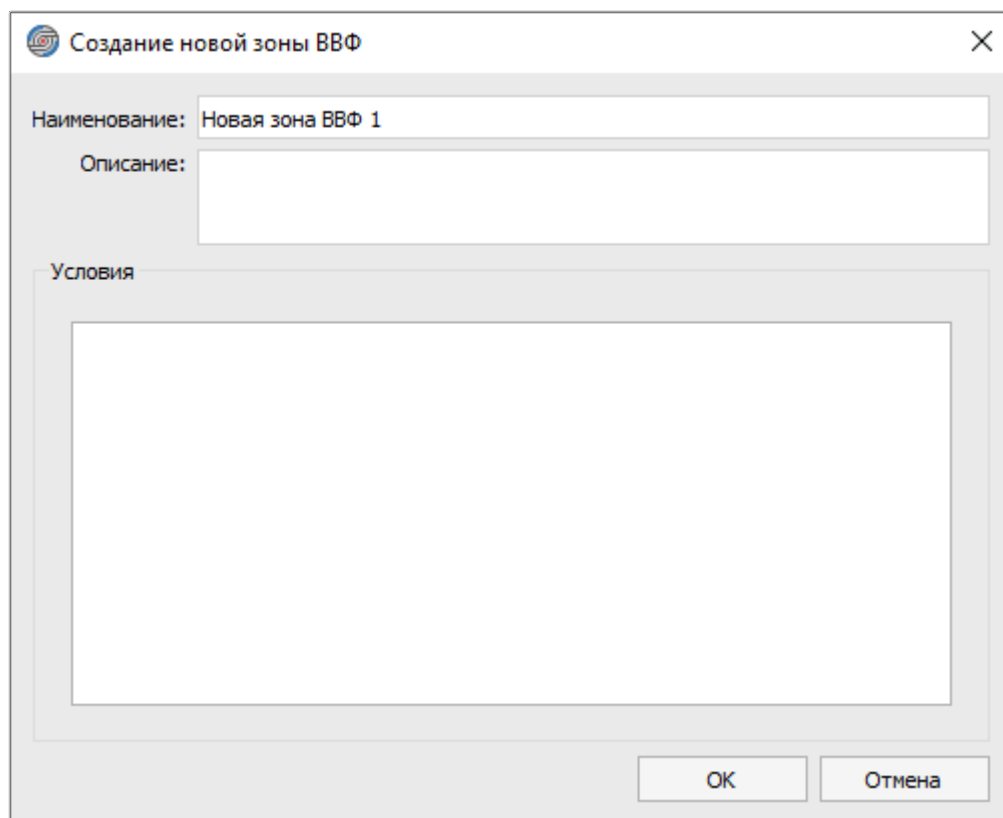

Рисунок 39. Окно «Создание новой зоны ВВФ»
- «Создать Зону ВВФ» — открывает окно для добавления зоны ВВФ путем добавления в нее ранее созданных условий (см. рисунок 39);